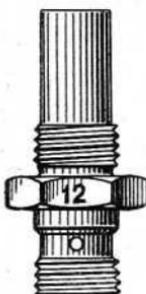

Fig. 25
**Porte-gicleur.** — Celui-ci est appelé porte-gicleur 12 et marqué du nombre 12 (fig. 25).